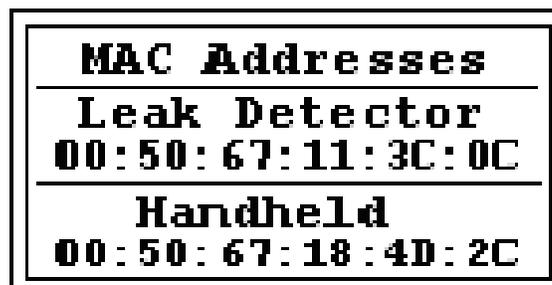

Figura 2-32 Schermata Verify MAC Addresses (Verifica indirizzi MAC)
7. Premere **Enter** per visualizzare la schermata *Mac Addresses* (Indirizzi MAC) (Figura 2-32).